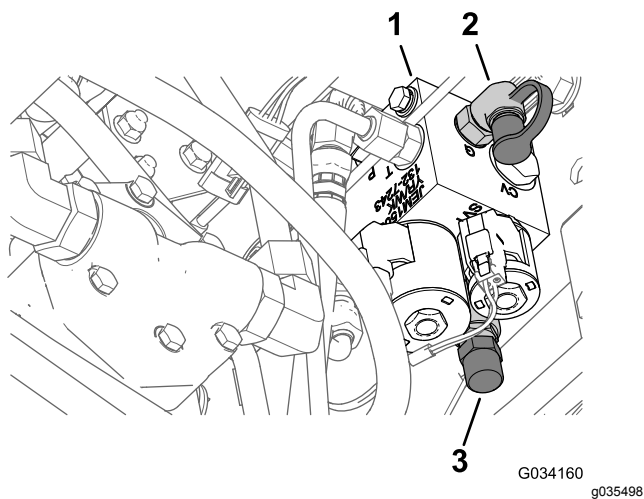

Figure 14
3. Raccordez un manomètre à la prise d'essai derrière le collecteur de relevage (Figure 14).
4. Sur l'avant du collecteur de relevage, déposez le bouchon de la bobine de transfert de poids (Figure 14).
5. Desserrez l'écrou de blocage au bas de la bobine de transfert de poids (Figure 14).